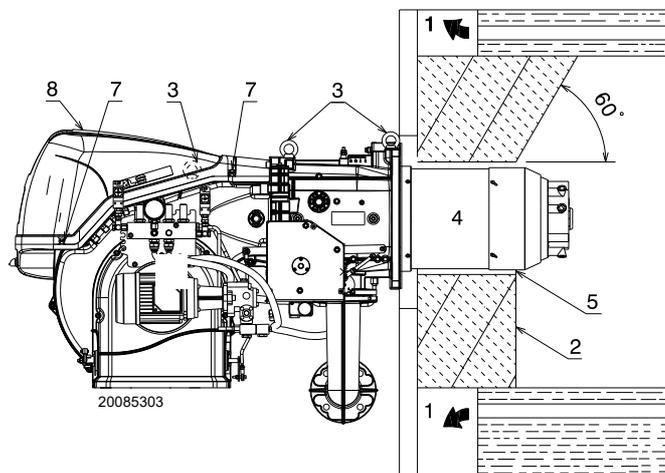

Fig. 14
Pour les chaudières avec circulation des fumées sur l'avant 1)(Fig. 14), ou avec chambre à inversion de flamme, réaliser une protection en matériau réfractaire 5), entre le réfractaire de la chaudière 2) et le cône flamme 4).
Pour les chaudières avec la partie avant refroidie avec de l'eau, le revêtement réfractaire 2)-5) (Fig. 14) n'est pas nécessaire, sauf demande expresse du fabricant de la chaudière.
Prévoir un système de levage adéquat capable de s'engager dans les anneaux 3)(Fig. 14).
- Introduire la protection thermique fournie de série sur la buse 4)(Fig. 14).